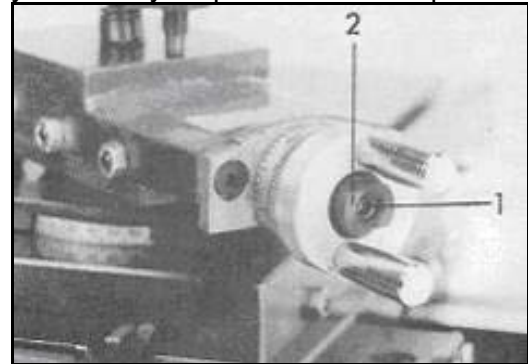

Рис.31
Освободите резьбовой штифт (1, *Рис.31*). Отрегулируйте гайку (2) таким образом, чтобы винт не имел зазора в радиальном направлении.